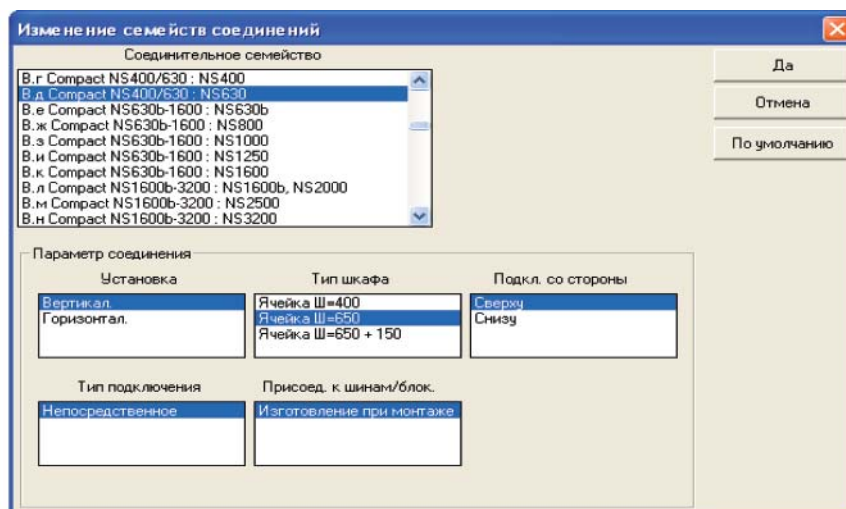

Рис. 106
- 22) Запускаем команду **Настройки→Стандартные соединения и сборки**. Находим в списке устройств Compact NS400/630: NS630 (рис. 106). Меняем настройки под вертикальную установку (оставшийся 1 аппарат) NS630 и нажимаем “Да”.